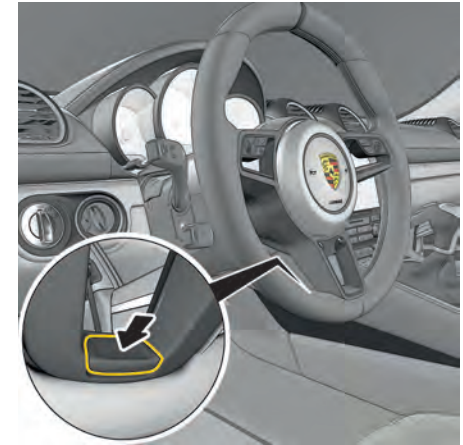

Fig. 232 : Touche de chauffage du volant
- ▶ Appuyez sur la touche placée dans la branche centrale du volant (fig. 232), jusqu'à ce que l'écran multifonction affiche brièvement le message **Volant chauffant activé** ou **Volant chauffant désactivé**.